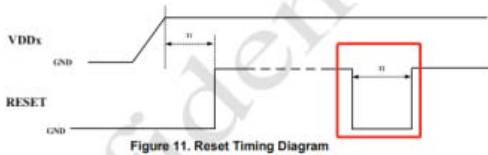

图6 YT8512和YT8531的复位时间要求
- 裕泰微 TY8512/YT8531, 10ms 起, 参考图 6。